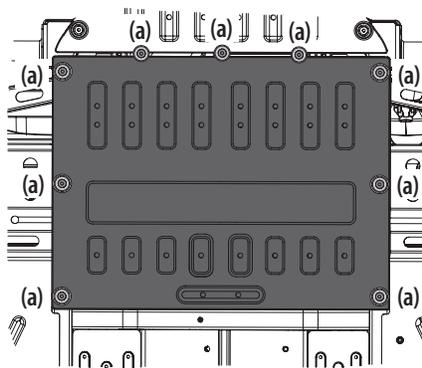

Figure 5-29
1. Retirez les neuf boulons Allen (a) et rondelles (a) retenant la plaque de protection du centre sous le véhicule. Voir Figure 5-29.
2. Enlevez le drain et laissez l'eau s'écouler. Puis, remplacez le drain et la plaque de protection. Voir Figure 5-29.